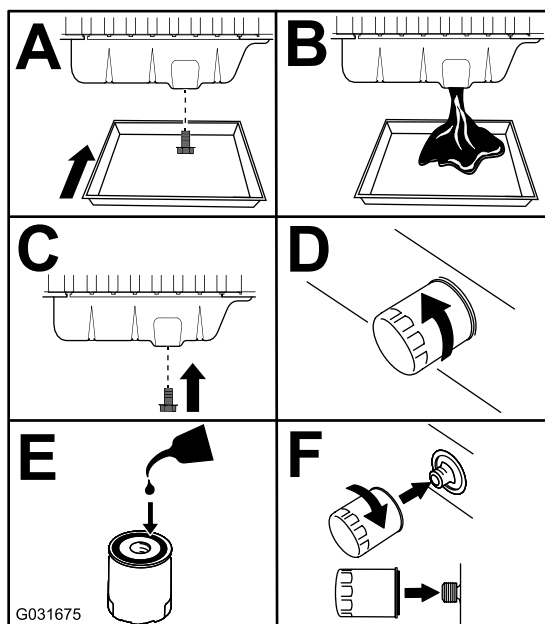

Bild 90
3. Tauschen Sie das Motoröl und den Motorölfilter aus (Bild 90).